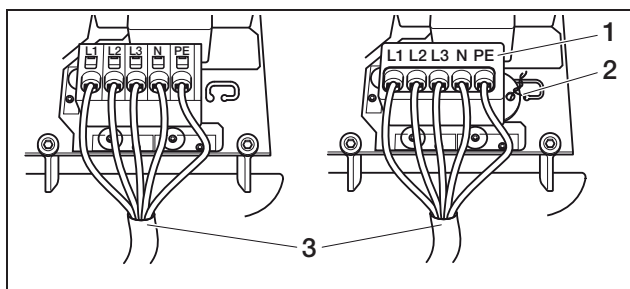

Abbildung 15: Netzzuleitung angeschlossen (links ohne Versiegelungskappe, rechts mit Versiegelungskappe (abgebildet convert 7T/8T/10T))
- Schließen Sie die Adern der Netzzuleitung entsprechend der Beschriftung an der AC-Anschlussklemme an (Abbildung 15).